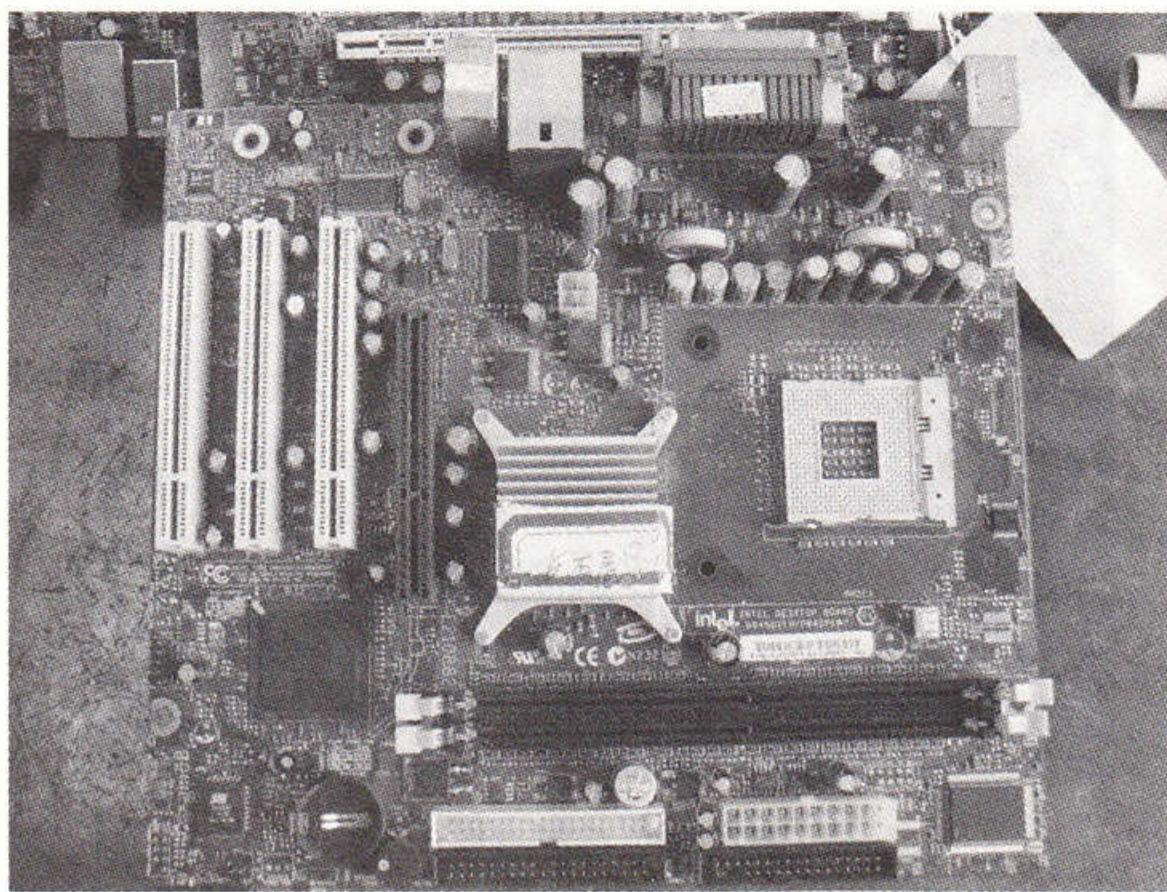

图 5-54 故障主板图
**主板型号：**Intel 845PE。故障主板如图 5-54 所示。